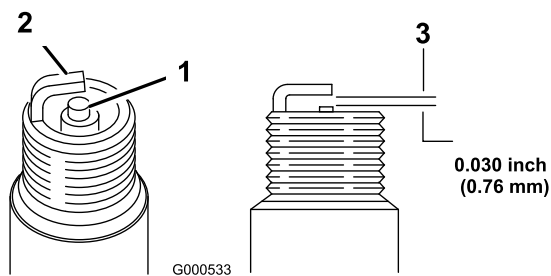

Figura 30
2. Scollegate il cappello dalla candela (Figura 30).
5. Impostate la distanza tra gli elettrodi della candela a 0,76 mm (Figura 30).